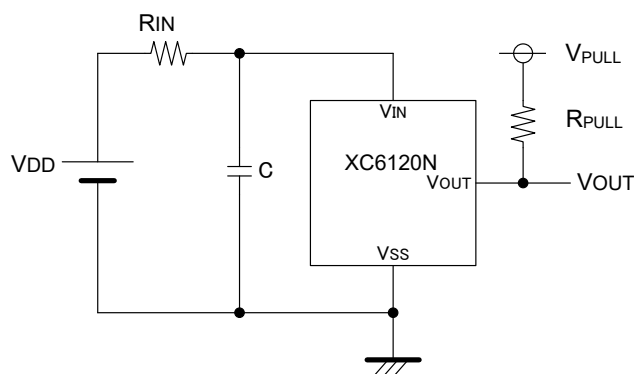

図 1:入力抵抗を接続する場合の回路例
- ② 入力電圧(V_{IN})が低下して検出電圧(V_{DF})以下になった時、出力電圧(V_{OUT})はグランド電位(V_{SS})となります。
- ③ 入力電圧(V_{IN})がさらに低下し、最低動作電圧(V_{MIN})未満となった場合、出力は不定となります。この時出力がプルアップされていれば、プルアップしている電圧が出力されます。(動作説明回路図では入力電圧(V_{IN}))
- ④ 入力電圧(V_{IN})が最低動作電圧(V_{MIN})を超えて上昇し、解除電圧(V_{DR})に達するまでは、出力電圧(V_{OUT})はグランド電位(V_{SS})を保ちます。
- ⑤ 入力電圧(V_{IN})が解除電圧(V_{DR})以上になった時、出力電圧(V_{OUT})は入力電圧(V_{IN})がそのまま出力されます。(N-ch オープンドレイン出力ではハイインピーダンス状態)
- ⑥ 解除電圧(V_{DR})と検出電圧(V_{DF})の差がヒステリシス幅(V_{HYS})です。
5. V_{IN} 端子と電源入力 V_{DD} の間に抵抗 R_{IN} を接続する場合、発振対策として N-ch オープンドレイン出力品をご使用下さい(図 1 参照)。その場合、 $R_{IN}=10\text{k}\Omega$ 以下及び $C=0.1\mu\text{F}$ 以上でご使用下さい。